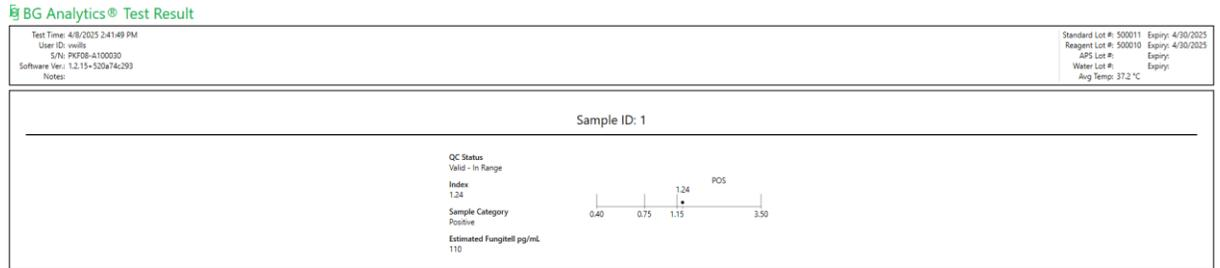

Figura 15. Pantalla Resultado de la prueba de BG Analytics®
2. BGA generará al instante un informe del ensayo completo en la pantalla **Resultado de la prueba de BG Analytics®** (tal como se muestra en la Figura 15).